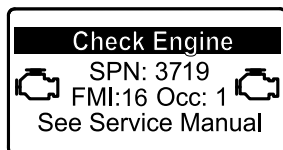

Figura 35
- Si es necesario realizar la regeneración con la máquina aparcada, el InfoCenter muestra la advertencia del motor SPN 3719, FMI 16 (Figura 35) y el ordenador del motor reduce la potencia del motor al 85%.